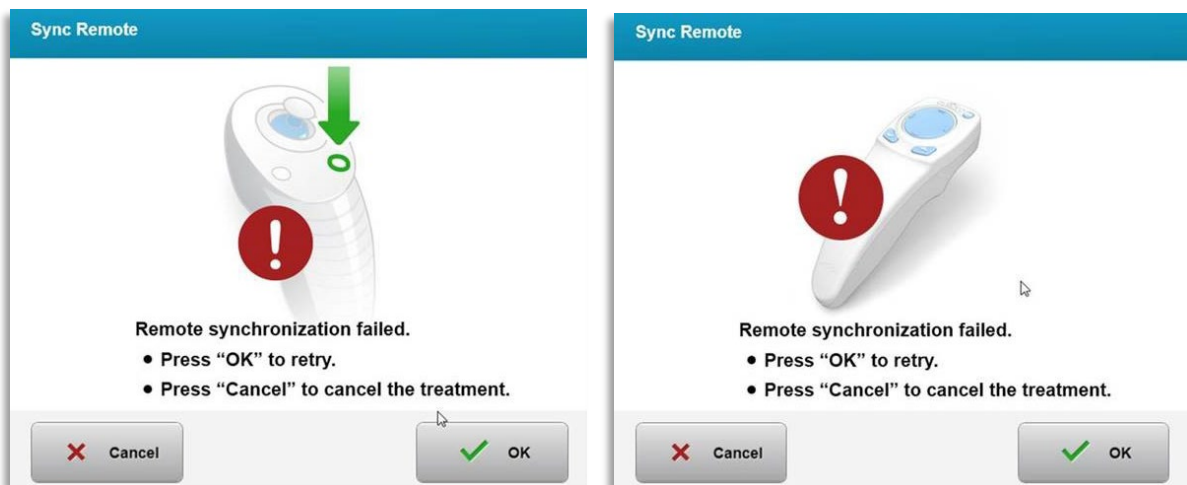

Figura 3-18. O processo de sincronização expirou
- o Se o botão de sincronização não for premido no período de 15 segundos, irá aparecer uma mensagem indicando “Sincronizar Controlo remoto de alinhamento” no ecrã como mostrado na figura 3-18.